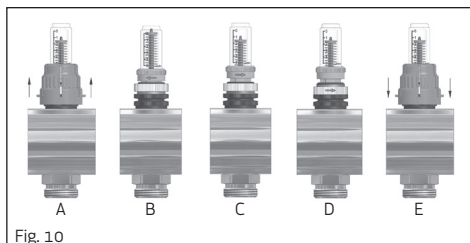

Fig. 10
- a. Enlever la couverture orange comme l'illustre la Fig. 10-A.
- b. Placer le FLUXER en position de fermeture en tournant la bague supérieure dans le sens indiqué par la flèche dans la Fig. 10-B. En position de fermeture l'indicateur affichera une valeur de débit nulle.
- c. Ensuite ouvrir en tournant la même bague dans le sens inverse (Fig. 10-C), en vérifiant sur le verre la valeur de débit correcte.
- d. Visser la bague dans le sens indiqué par la flèche dans la Fig. 10-D en bas jusqu'à l'arrêt mécanique.
- e. Repositionner enfin la couverture orange (Fig. 10-E).